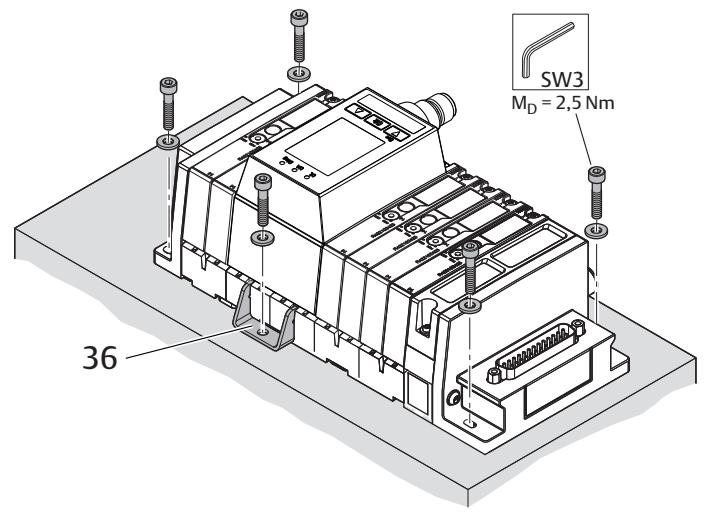

Abb. 11: Ventilsystem mit Haltewinkeln befestigen, Beispiel
- Bringen Sie zur Stabilisierung des Ventilsystems zusätzliche Haltewinkel (36) an (siehe Abb. 11). Dazu müssen Sie das Ventilsystem nicht demontieren. Faustregel: Ab 17 Ventilplätzen wird ein zusätzlicher Haltewinkel für jeweils 8 zusätzliche Ventilplätze benötigt. Beispiel: